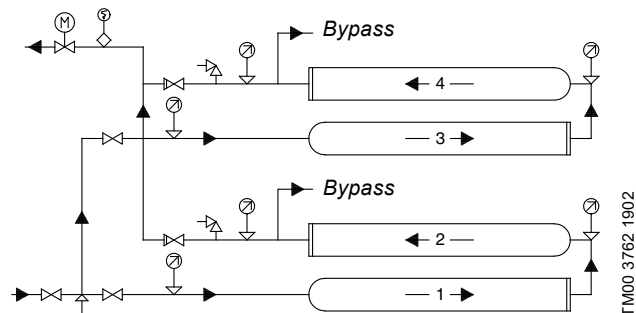

Fig. 8 Sistema de aumento de presión con cuatro módulos conectados en serie y en paralelo, montados uno encima del otro
- En el caso de los módulos conectados en serie y en paralelo, montados uno encima del otro, se recomienda conectar las tuberías como se muestra en la fig. 8.